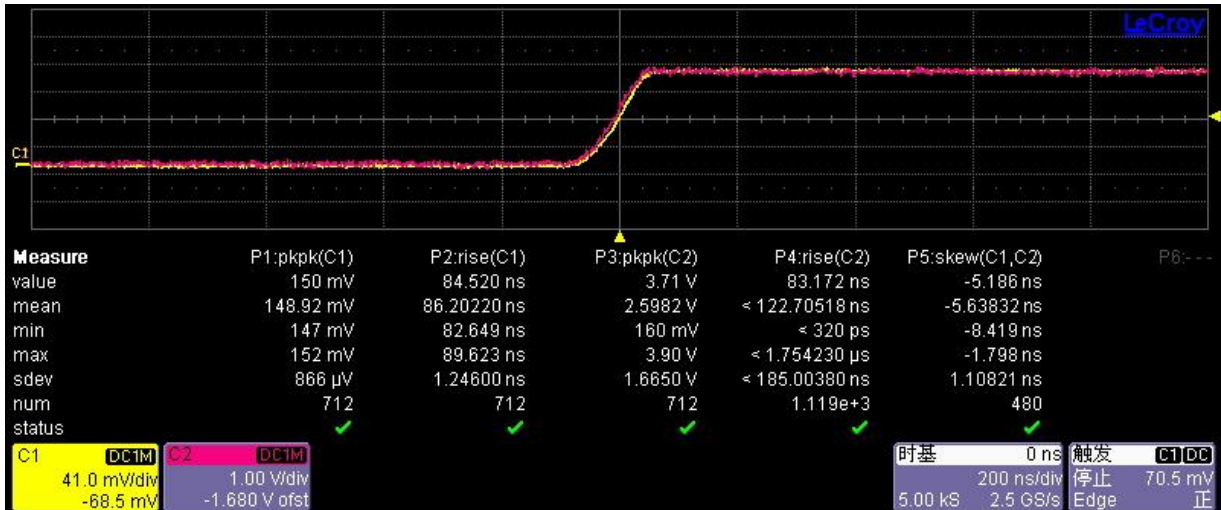

图 3: CP8000 系列&DP6000 系列测量 Skew 时间
- ✧ 使用示波器 CH1 和 CH2 之间的 Skew 功能，测量 Skew 时间，如下图 3 所示。